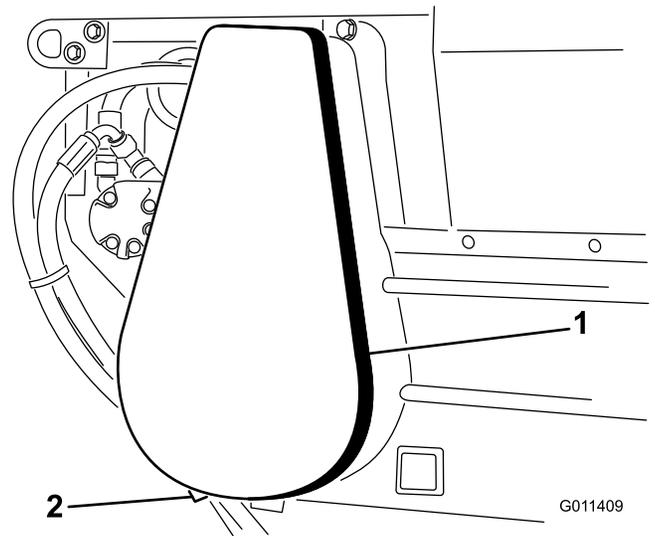

図 24
1. チェーンカバー・アセンブリとスペーサを取り外す (図 24)。